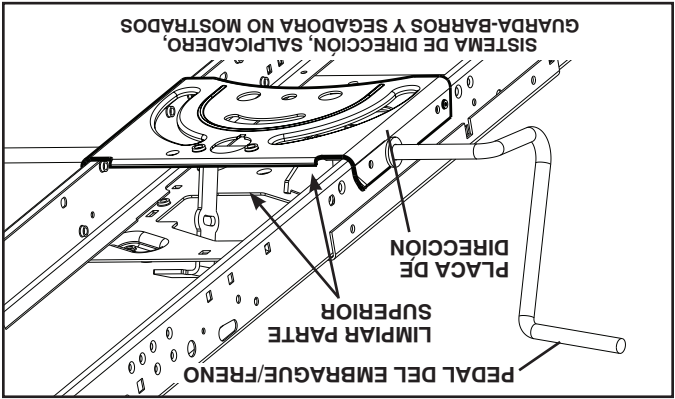

Fig. 20
- Limpie los desechos de la placa guía. Los desechos pueden limitar el movimiento del eje del pedal del freno/embrague, lo que hará que patine la correa y que se pierda la tracción. (Vea Fig. 20).